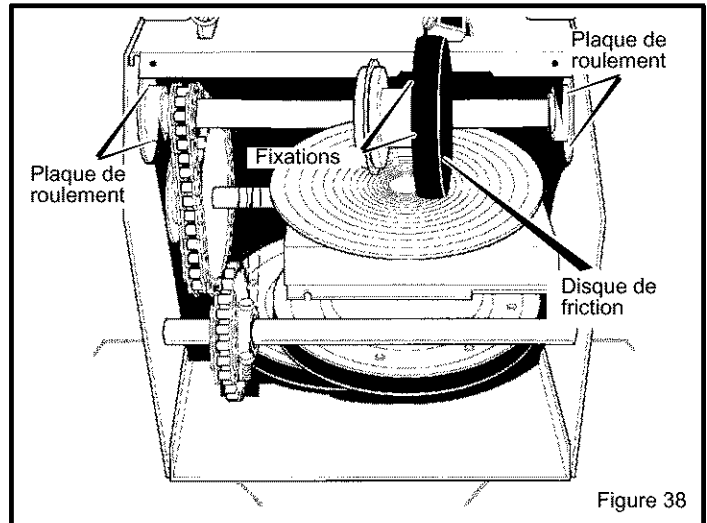

Figure 38
5. Déposer les fixations du disque de friction sur le moyeu et les mettre de côté (voir Figure 38).